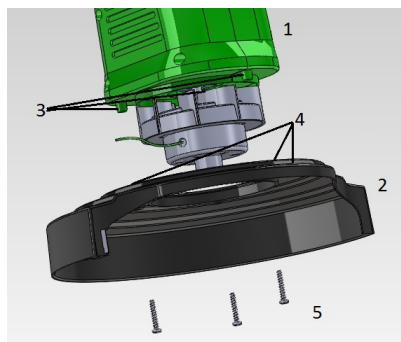
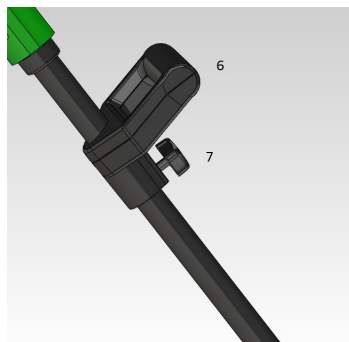

Figura 3
Figura 4
- Monte o protetor (2) no corpo (1), de forma que os três pinos do corpo (3) encaixem nos rebaixes do protetor (4) como na figura 3.
- Fixe o protetor ao corpo com os três parafusos de segurança (5).
- Regule a altura da empunhadura frontal (6) afrouxando a borboleta de regulagem (7) e deslizando o punho para cima ou para baixo, aperte a borboleta de regulagem novamente (Figura 4).